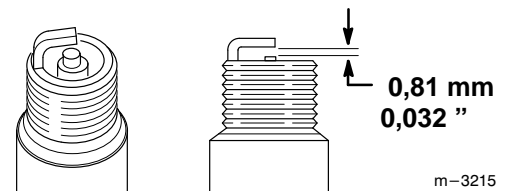

Figure 21
5. Régler l'écartement des électrodes de la bougie (Fig. 21) à 0,81 mm (0,032").